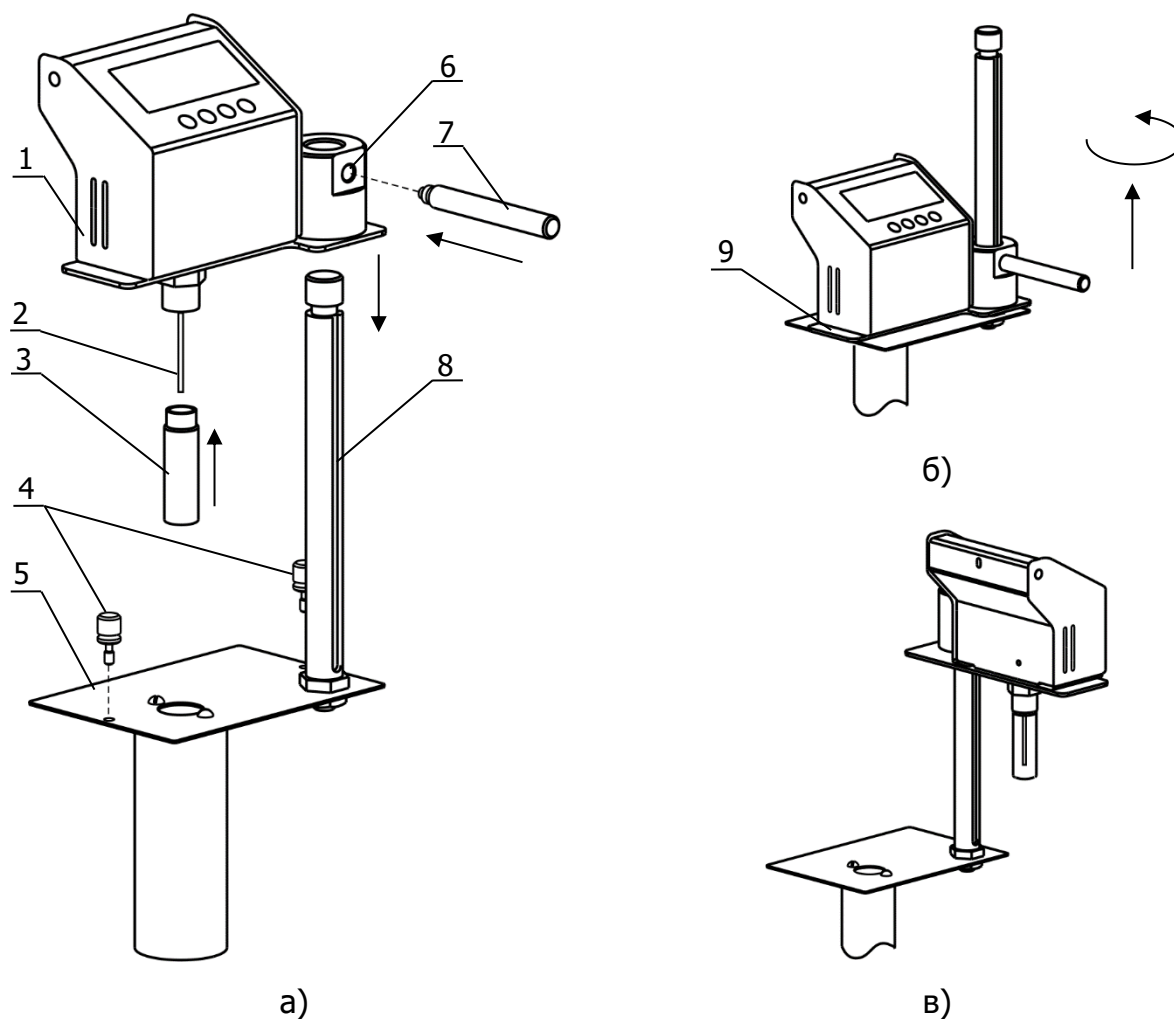

Рисунок 2 — Подготовка установки к работе
- основание 5 (рисунок 2а) установить в ванну криостата и закрепить его винтовыми фиксаторами 4;
2.2.4 Перевести электронный блок из нижнего положения (рисунок 2б) в верхнее (рисунок 2в). Для этого, используя рукоятку 7, поднять электронный блок вверх до упора и повернуть вправо на 90° до фиксации его положения. Для облегчения подъема, придерживать свободной рукой электронный блок за выступ 9. Для перевода электронного блока в нижнее положение выполнить указанные действия в обратном порядке.
2.9.1 Снять защитную вилу 3 (рисунок 2а) и установить на ее место вилу с растворителем.
2.9.2 Перевести электронный блок в нижнее положение, повернув его за рукоятку 7 (рисунок 2а) влево на 90° и опустив вниз до упора.
2.9.5 Перевести электронный блок в верхнее положение, подняв его вверх и повернув рукоятку 7 (рисунок 2а) вправо на 90° до фиксации.
2.10.1 Снять защитную вialу 3 (рисунок 2а) и установить на ее место вialу с раствором.
2.10.2 Перевести электронный блок в нижнее положение, повернув его за рукоятку 7 (рисунок 2а) влево на 90° и опустив вниз до упора.
2.10.5 Перевести электронный блок в верхнее положение, подняв его вверх и повернув рукоятку 7 (рисунок 2а) вправо на 90° до фиксации.